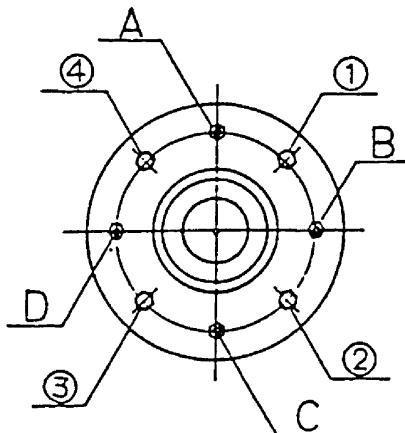

図 9-7
9.3.5 ドラムの芯出し調整 (図 9-7)
- ・ 主軸ベアリングケースを止めている取付けボルト及びナット 4箇所(A～D)と、調整ボルト及びナット 4箇所(①～④)で調整します。(図 9-7)
- ・ 例えば、ドラムの口金を機械正面より見て右に寄せたい場合、③,④と A,C,D のナットを少し緩め、③,④のボルトをドラムの口金を見ながら締め込みます。
- ・ 調整が終わったら、③,④と A,C,D のナットを締め込みます。
後方へ抜いてください。(図 9-7)